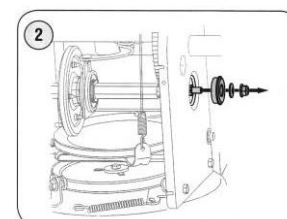

Figure 25
3. Retirez délicatement l'écrou et la rondelle à six côtés qui fixent l'arbre à six côtés au cadre de la souffleuse à neige et tapez doucement sur l'extrémité de l'arbre pour déplacer le roulement vers le côté droit du cadre. Reportez-vous à la Figure 25.